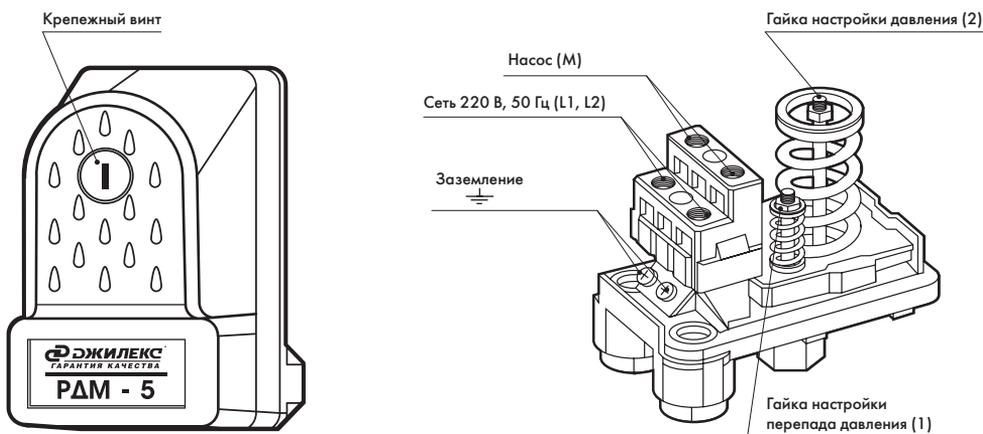

Рисунок 7
- отвинтив крепежный пластмассовый винт (рисунок 7), снять крышку реле.
Регулировка верхнего и нижнего предела давления РДМ-5 осуществляется гайкой (2), фиксирующей положение пружины (рисунок 7). Чтобы увеличить значение верхнего и нижнего предела давления, необходимо закручивать гайку по часовой стрелке.